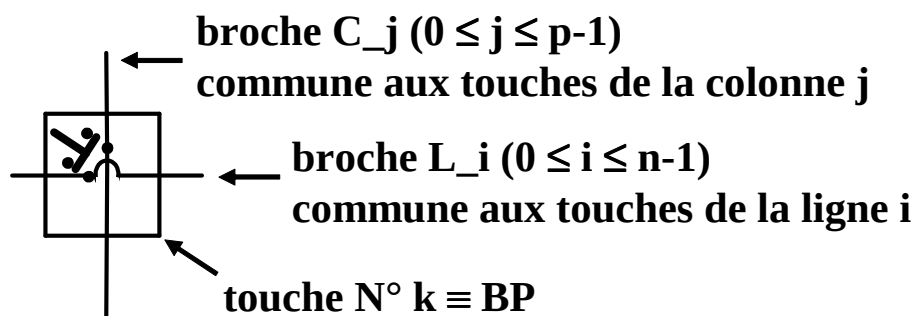

Figure 3.
- la colonne  $C_j$  où se trouve cette touche N°k. (cf. figure 3.).